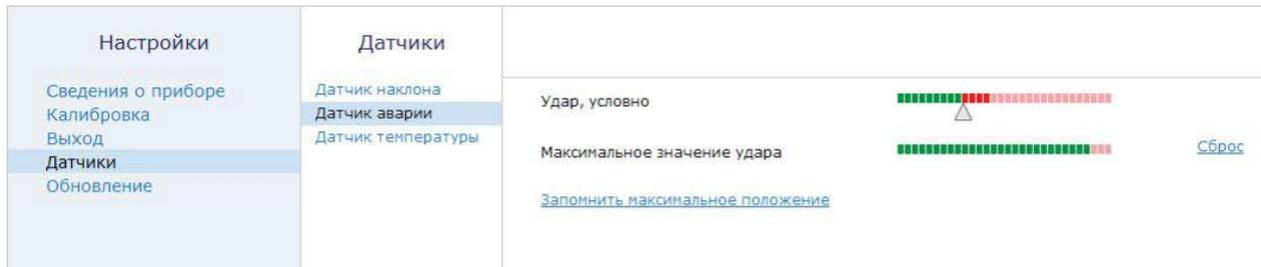

Рисунок 8 Датчики: датчик аварии
5. Выбрать подраздел «Датчик аварии» (см. Рисунок 8).